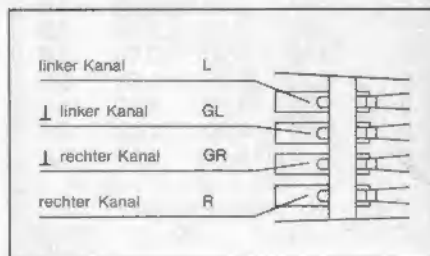

Fig. 13
3. Die Anschlüsse am Systemträger und Tonabnehmersystem sind gekennzeichnet. (Fig. 13)